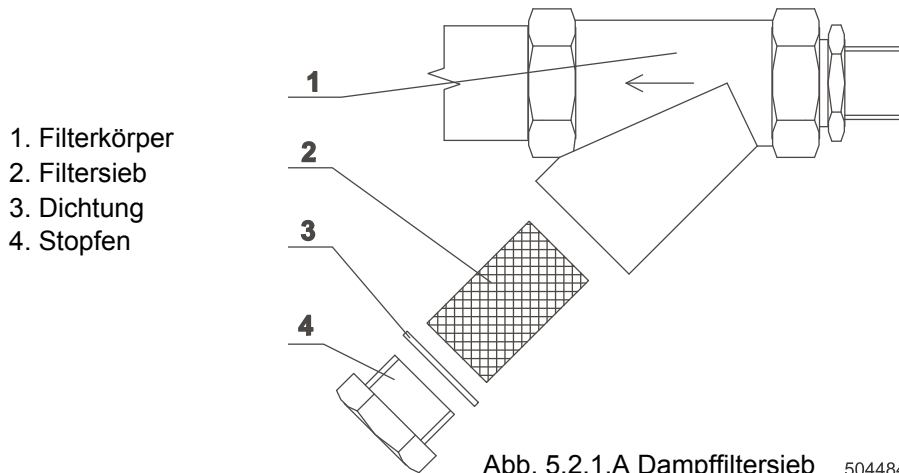

Abb. 5.2.1.A Dampffiltersieb 504484
Bei Maschinen mit Dampfaufwärmung ist es erforderlich, einmal in 1-3 Monaten laut Verunreinigung das Dampffiltersieb zu reinigen. Der Reinigungszeitraum ist von der Menge der festen Teilchen, im Dampf enthalten, abhängig, Abb. 5.2.1.A.
2. Den Filterstopfen herauserschrauben, Abb. 5.2.1.A, Pos. 4, und das Filtersieb (2) herausziehen.
4. Das Filtersieb (2) zurück in den Filterkörper (1) schieben und den Stopfen (4) festziehen.